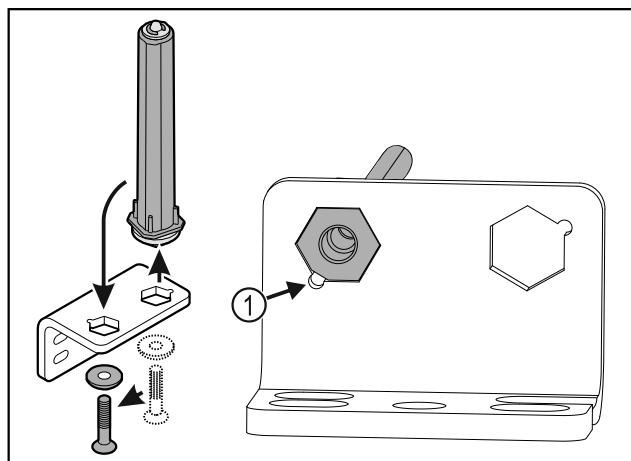

Fig. 19
- Звертати увагу на те, щоб при вставці нахил пальця Fig. 19 (1) показував на круглий отвір.